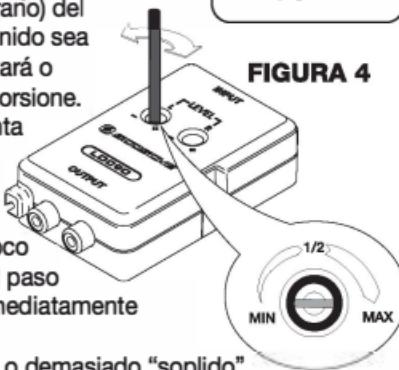

FIGURA 4
3. Use la herramienta incluida con el módulo **LOC90** y gire ambos controles de ganancia completamente hacia abajo (en sentido contrario horario hasta el tope - Figura 4).